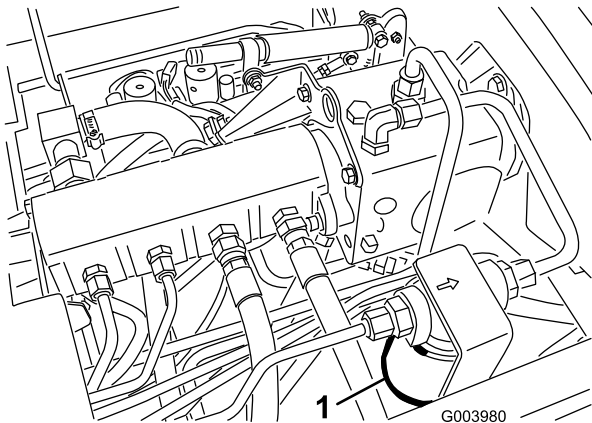
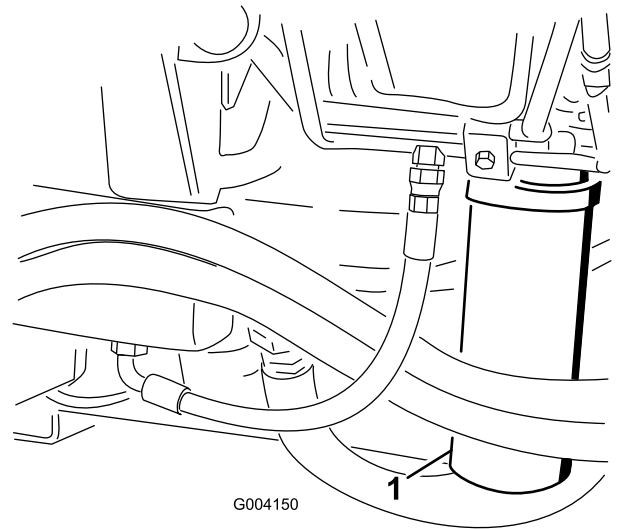

Figure 80
Figure 81
2. Nettoyez la surface autour de la zone de montage du filtre et placez un bac de vidange sous le filtre (Figure 80) et (Figure 81).